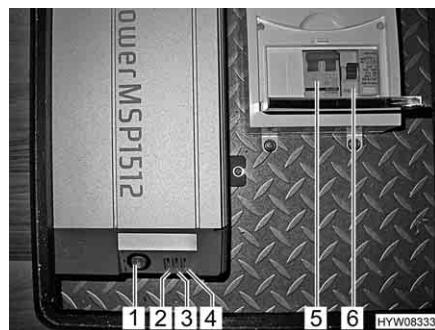

Fig. 96 Invertitore e altre scatole dei fusibili
- Se il veicolo è collegato all'alimentazione a 230 V, premere il tasto di controllo sull'interruttore di sicurezza per correnti di guasto (Fig. 96,6). L'interruttore di sicurezza per correnti di guasto (FI) deve scattare.